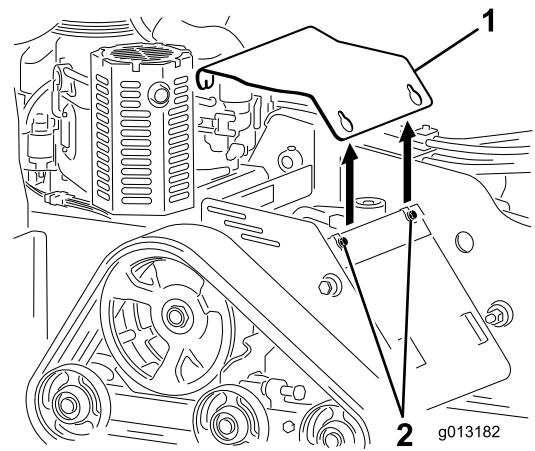

Figure 26
3. Desserrez les trois boulons qui fixent la plaque au châssis l'un après l'autre jusqu'à ce que la plaque se détache (Figure 26).
2. Glissez la plaque de protection en place et fixez-la avec les trois boulons retirés précédemment (Figure 26).